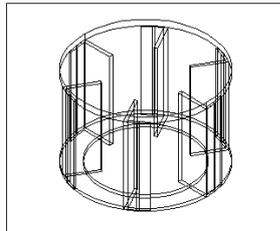

图 18-9
(3) 作圆柱体。单击  按钮或者在命令行直接输入 cylinder, 以原点为底面中心, 作半径为 40、高度为 2.5 的圆柱, 结果如图 18-9 所示。